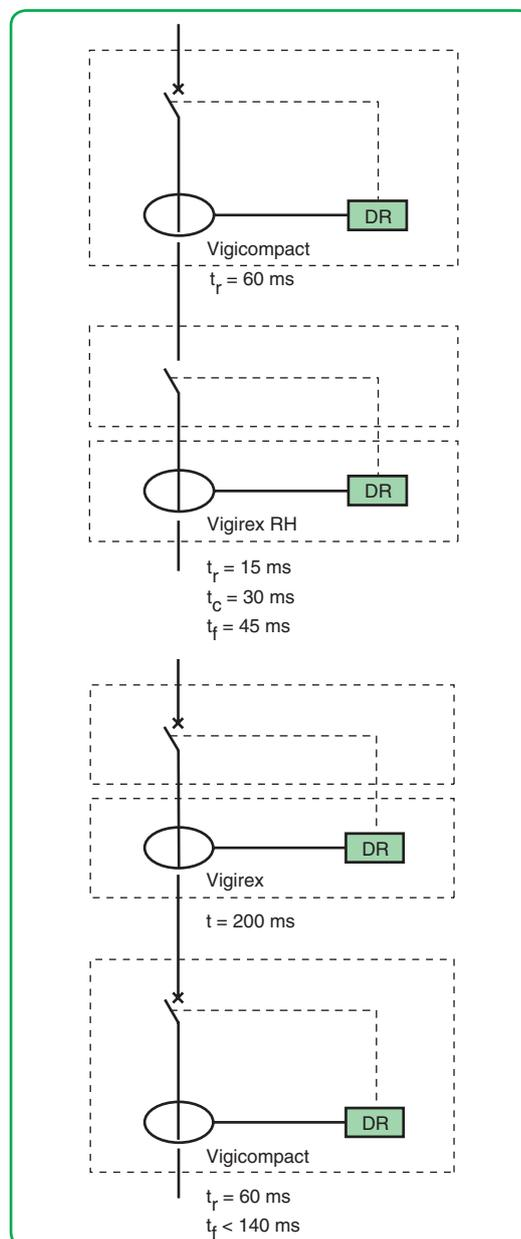

Fig. 5.11. Dos ejemplos de selectividad cronométrica, asociando un interruptor automático diferencial de tipo Vigicomact y un relé Vigirex (Schneider Electric).
- El relé diferencial se define en tiempo de funcionamiento neto o temporizado a un valor  $t$ , el cual corresponde al tiempo que transcurre entre la aparición del defecto y la orden de apertura del dispositivo de corte (**fig. 5.11**).